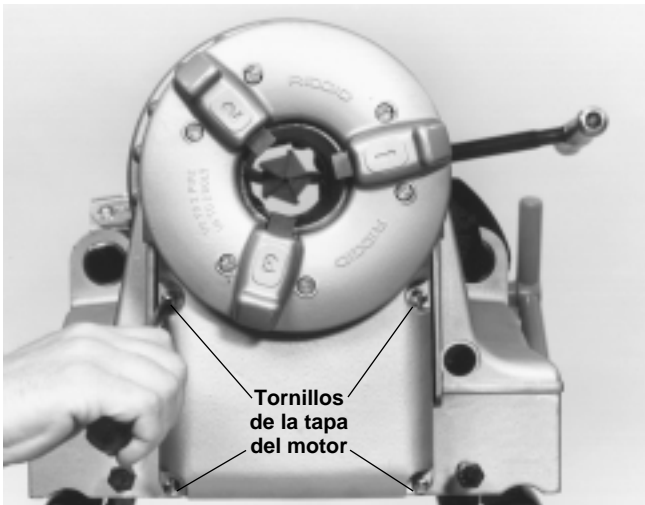

Figura 23 – Soltar y extraer los tornillos de la tapa del motor
2. Suelte por completo los cuatro pernos que sostienen la tapa del alojamiento del motor en su lugar y extraiga la tapa del alojamiento (Figura 23).